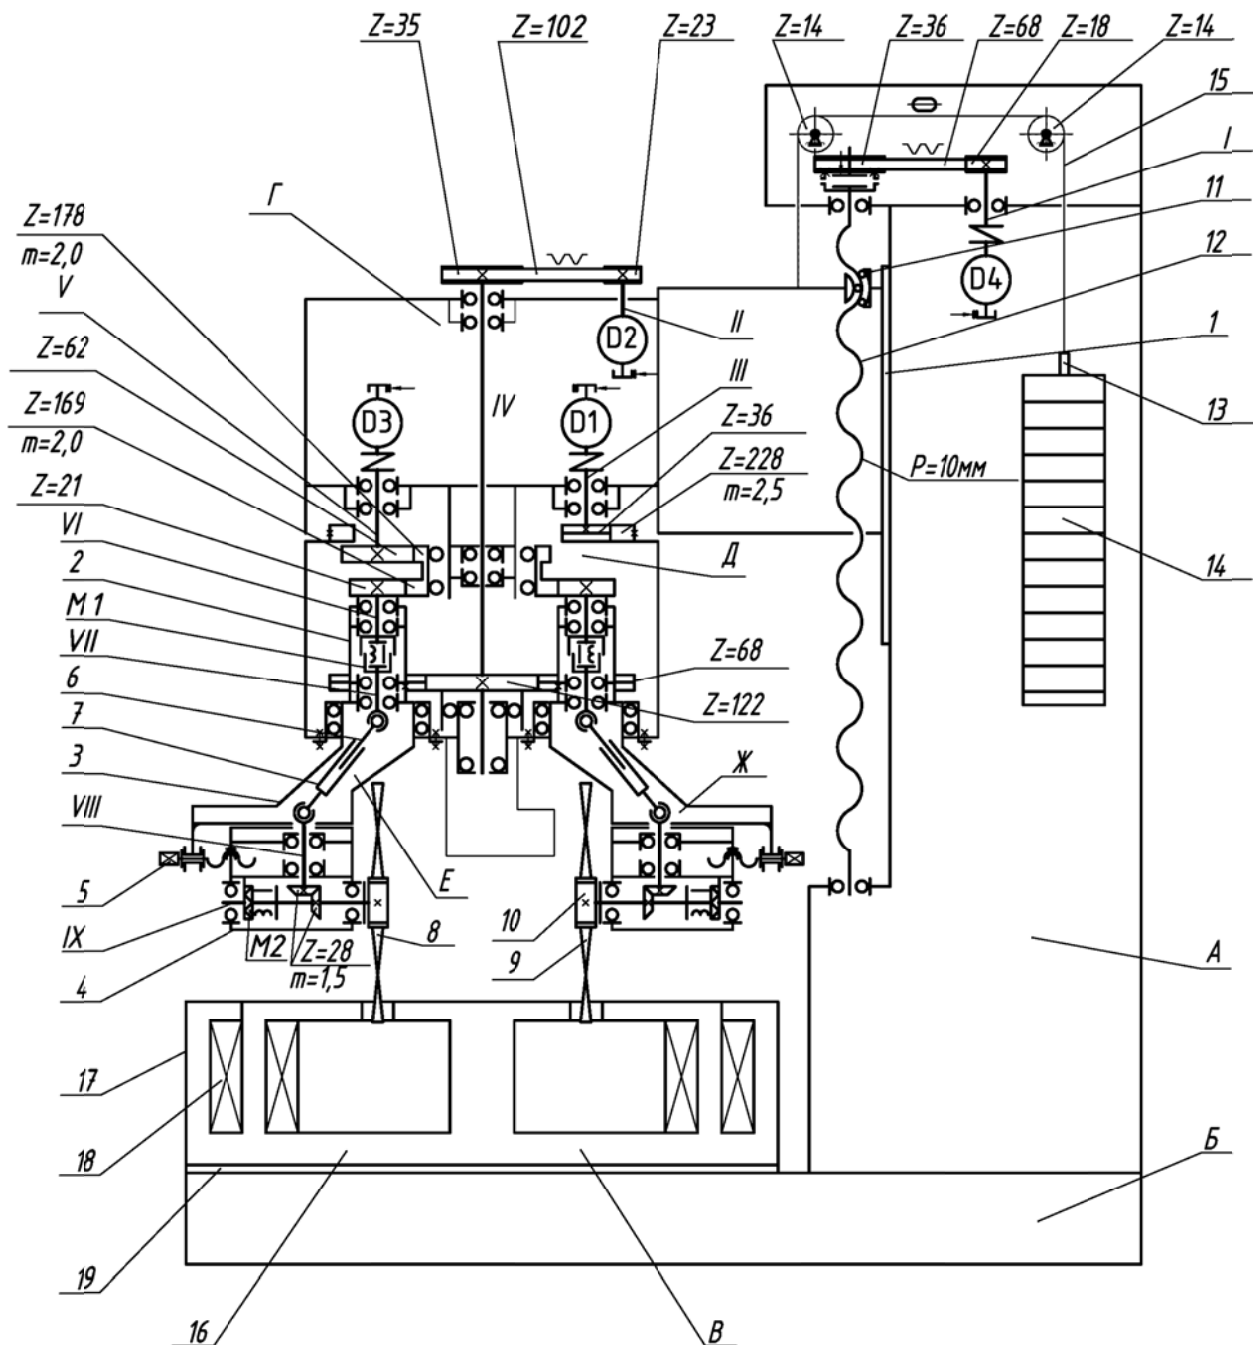
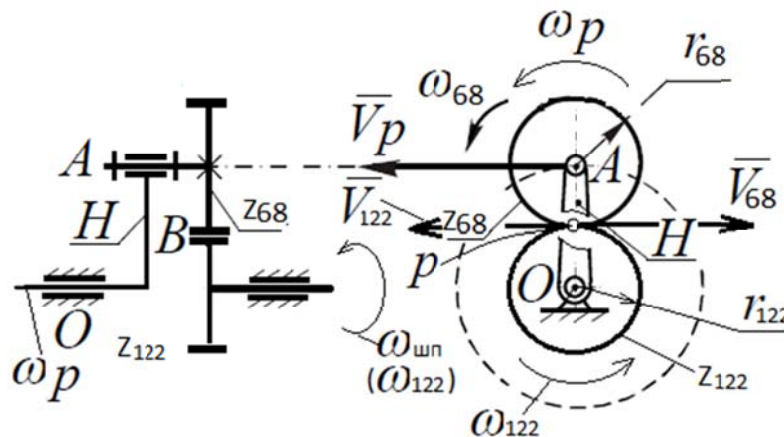

Рис. 6.1. Кінематична схема роторного верстата МАОLop-03 для МАО лопаток ГТД
Рис. 6.2. Схема для визначення кутових швидкостей
Кінематична схема верстата для магнітно-абразивної обробки (МАО) лопаток газотурбінних двигунів (ГТД) (надалі МАОLop-03) представлена на рис. 6.1.
Верстат (рис. 6.1) складається із зварної станини А, на тумбі Б якої встановлена магнітна система В з утвореною між полюсами кільцевою робочою зоною. На вертикальних напрямних станини встановлена з можливістю прямолінійного переміщення шпиндельна бабка Г з ротором Д, який може обертатися в на опорах шпиндельного вузла ІV. У роторі Д встановлені робочі головки Е та Ж, на вихідному кінці шпинделя кожної з яких закріплена касета з чотирма лопатками. У колоні станини А є урівноважувальний механізм для компенсації ваги шпиндельної бабки.
Для того, щоб колесо Z68 мало нульову кутову швидкість, потрібно, щоб сонячне колесо Z122 одержало від приводу D2 обертовий рух з кутовою швидкістю ω_{Z122} у тому ж самому напрямку, що і ротор Д (рис. 6.1). При цьому величина ω_{Z122} визначається із умови, що величина лінійної швидкості у полюсі зачеплення p повинна бути однаковою для коліс Z68 та Z122 (рис. 6.2).
Кутова швидкість осі А (осі колеса Z68, рис. 6.1) дорівнює:
Це також швидкість точки А в обертальному русі навколо миттєвого центру p (рис. 6.2). З (6.1) кутова швидкість колеса Z68:
- при виконанні головного руху (D1) ротор Д (рис. 6.1) обертається разом з робочими головками Ж. У вихідній моделі робочі головки Ж є окремими вузлами, з'єднаними з корпусом ротора. До їх складу входить зубчасте колесо Z21, яке обкочується по центральному колесу Z169. При обробці лопаток колесо Z21 приводить в рух вал VI з приєднаними деталями. Для врахування сил тертя цього кінематичного ланцюга та його моменту інерції колесо Z21 переноситься як окрема деталь в загальну збірку (рис. 6.4, в). Момент інерції зазначеного валу додається до моменту інерції моделі колеса Z21 (див. розділ 6.3.5.), момент тертя – до з'єднання обертання "Вращение: 6 (РабочаяГоловкаЛопатокДМ:1, ЦПК_Z21_РГ:1)" (див. розд. 3.2.7).